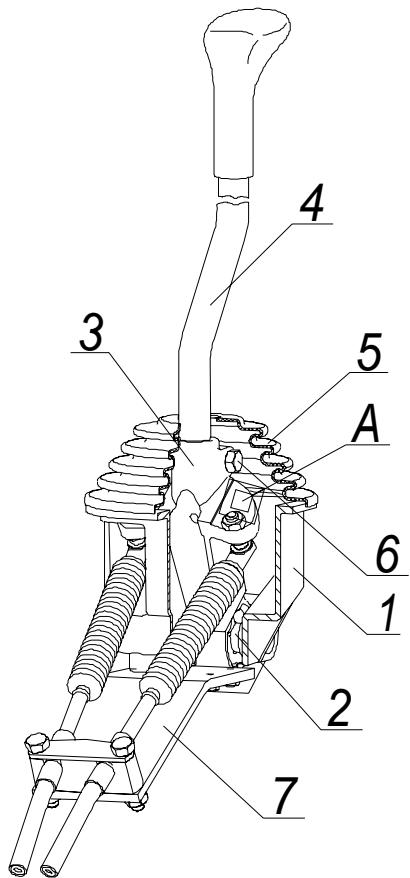
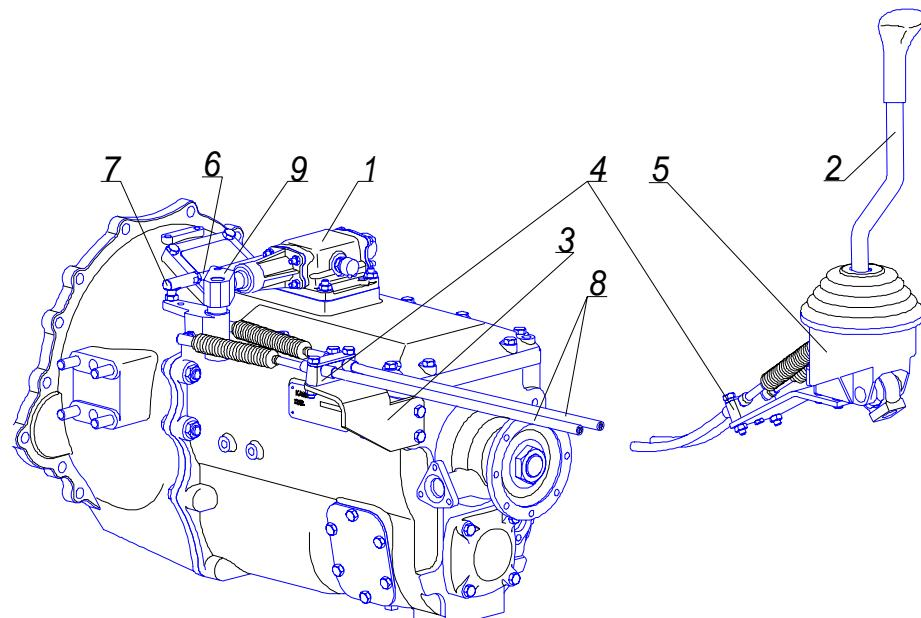
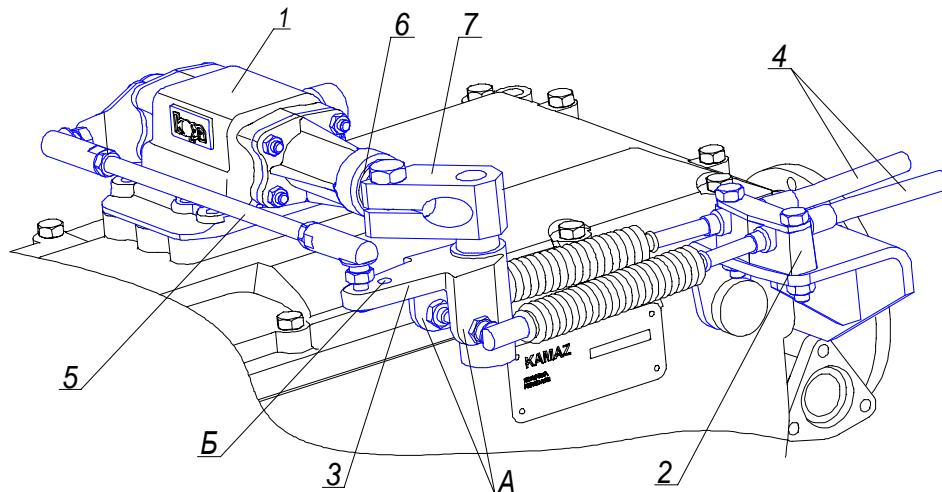
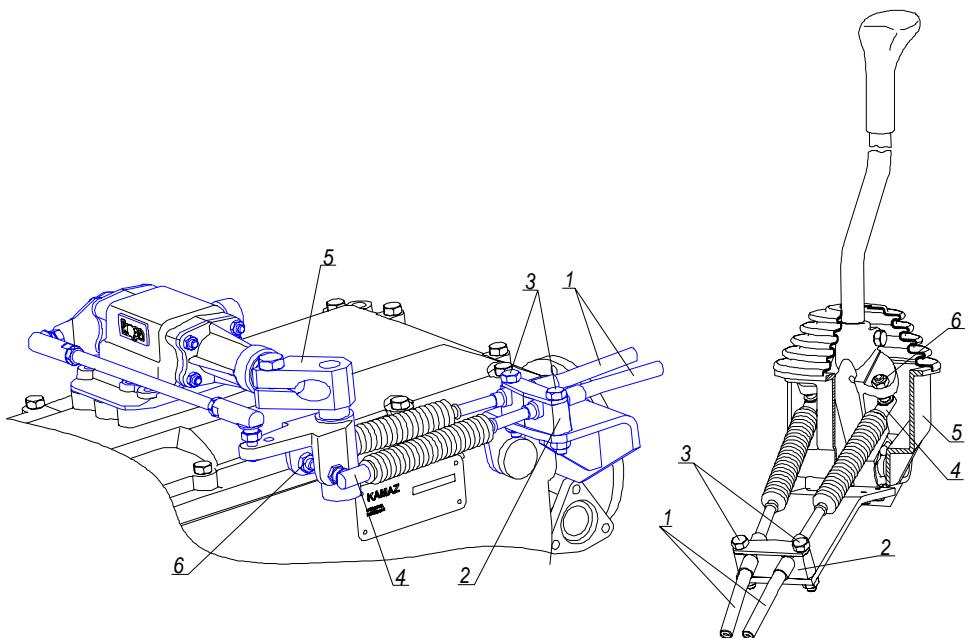

Рис.2 Опора рычага переключения передач (мастер-опора).
Рис. 6. Привод механизма переключения передач КПП КамАЗ-141 (142).
Рис. 7 Исполнительный механизм привода управления КПП КамАЗ-141 (142).
Рис. 8. Монтаж тросов
**1.2. Опора рычага переключения передач (мастер-опора)** (рис. 2) со смонтированным на нем рычагом переключения передач преобразует движения этого рычага в перемещения тросов дистанционного привода.
**2.1. Привод механизма переключения передач КПП КамАЗ-141 (142)** (рис.6) работает следующим образом: - когда водитель перемещает рукоятку рычага переключения передач 4 (рис. 2) в сторону, кулиса мастер-опоры 6 (рис. 2) поворачивается в горизонтальной плоскости. При этом один из приливов «A» (рис. 2), к которому присоединен трос, движется вперед, а другой - назад, т. е. тросы перемещаются в противоположных направлениях. Действуя в противоположные стороны на проушины «A» (рис. 7) корпуса транслятора 3, тросы 4 создают момент в горизонтальной плоскости, который благодаря реактивной тяге 5 преобразуется в усилие вдоль оси вала 6. Этим усилием вал, через шлицевой корпус 7 транслятора, перемещается в ту или другую сторону и, закрепленным на нем рычагом, входит в паз головки одного из штоков механизма переключения передач.
Дальнейшим движением водитель перемещает ручку рычага переключения передач 4 (рис. 2) вперед или назад. При этом кулиса 3 (рис. 2) мастер-опоры поворачивается в вертикальной плоскости, оба троса перемещаются в одном направлении, действуют на проушины «A» (рис. 7) транслятора в одну сторону и тем самым создают момент относительно оси вала 6. Вал поворачивается и через шток механизма переключения передач и закрепленную на нем вилку передвигает каретку синхронизатора, включая соответствующую передачу.
**ВНИМАНИЕ: Демонтаж концов тросов от механизма управления (мастер - опоры) или транслятора (рис. 8) выполняется следующим образом:**
**3.4 Во избежание выхода из строя крестовины мастер-опоры** (рис. 2, рис. 8) необходимо следить за целостностью уплотнений подшипников крестовины.